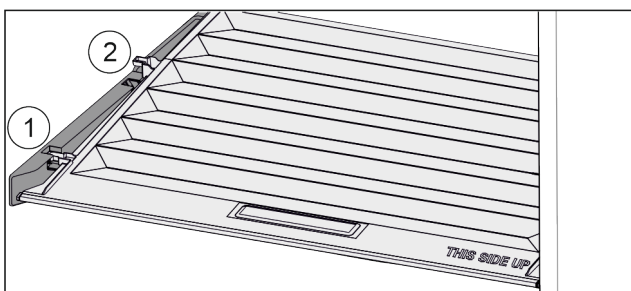

Fig. 115
- ▶ Tirare in avanti il coperchio fino all'apertura nei fermi Fig. 115 (1).
- ▶ Sollevare posteriormente dal basso e togliere verso l'alto Fig. 115 (2).